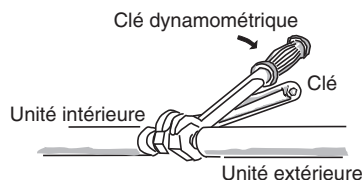

Fig. 5-6
- (2) Pour fixer les écrous évasés, appliquer le couple de serrage spécifié.
- Lors du démontage des écrous évasés des connexions de tube, ou lors de leur serrage après la connexion du tube, toujours utiliser 2 clés à molette ou des clés. (Fig. 5-6)